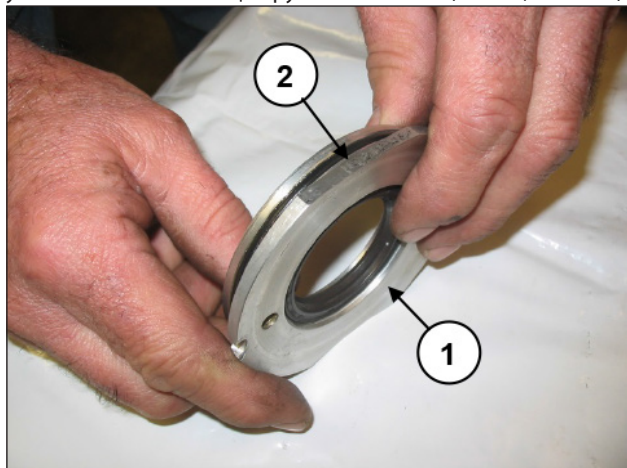

Рис. 116
Замените сальник (поз. ①, Рис. 116) и внешнее уплотнительное кольцо круглого сечения (поз. ②, Рис. 116).